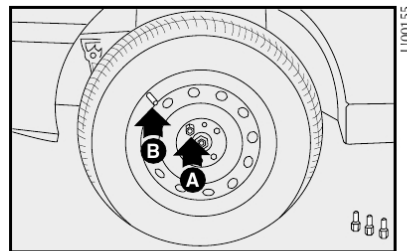

fig. 7
7) atarraxar apenas um dos parafusos A-fig. 7, em correspondência com a válvula de enchimento B fig. 7;